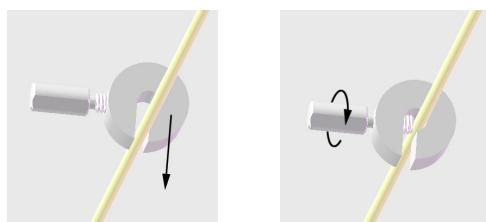

Figura 2: aplicar batente no elétrodo DBS
5. Meça a profundidade pretendida do elétrodo DBS com um medidor ou régua e aplique o batente do elétrodo DBS nesse comprimento. Para aplicar o batente do elétrodo DBS, prima o elétrodo DBS para o centro do batente do elétrodo e, depois, aperte o parafuso (Figura 2). Isso garantirá que o elétrodo DBS seja inserido na profundidade correta.